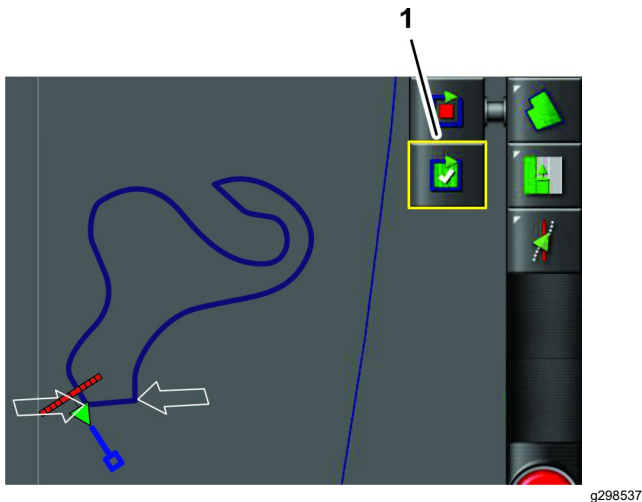

Figure 45
2. Appuyez sur l'icône TERMINER L'ENREGISTREMENT DE LIMITE DE CHAMP (Figure 45).